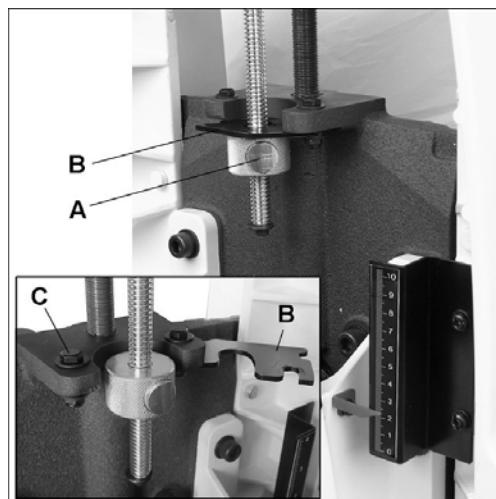

Рис. 7-1
Гайка ограничителя глубины (А, Рис. 7-1) обеспечивает резкую остановку при достижении окончательной глубины шлифования. Это значит, что оператор сможет прошлифовать несколько деталей на один размер.
1. Поворачивайте ручку, чтобы выставить барабан по шкале на окончательную глубину шлифования. (На Рис. 7-1 в качестве примера показана окончательная глубина шлифования 23 мм).